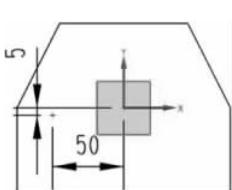

图 3-5 绘制点
(7) 在主菜单上选取“插入|设计特征|孔”命令,在【孔】对话框中“类型”选“常规孔”,“孔方向”选“垂直于面”,“形状”选“简单孔”,“直径”为 15mm,“深度限制”选“值”,“深度”为 50mm,“顶锥角”为 0,“布尔”选“求差” $\ominus$ 。
(8) 在【孔】对话框中单击“绘制截面”按钮 $\square$ ,以零件上表面为草绘平面,X 轴为水平参考,绘制一点,尺寸如图 3-5 所示。